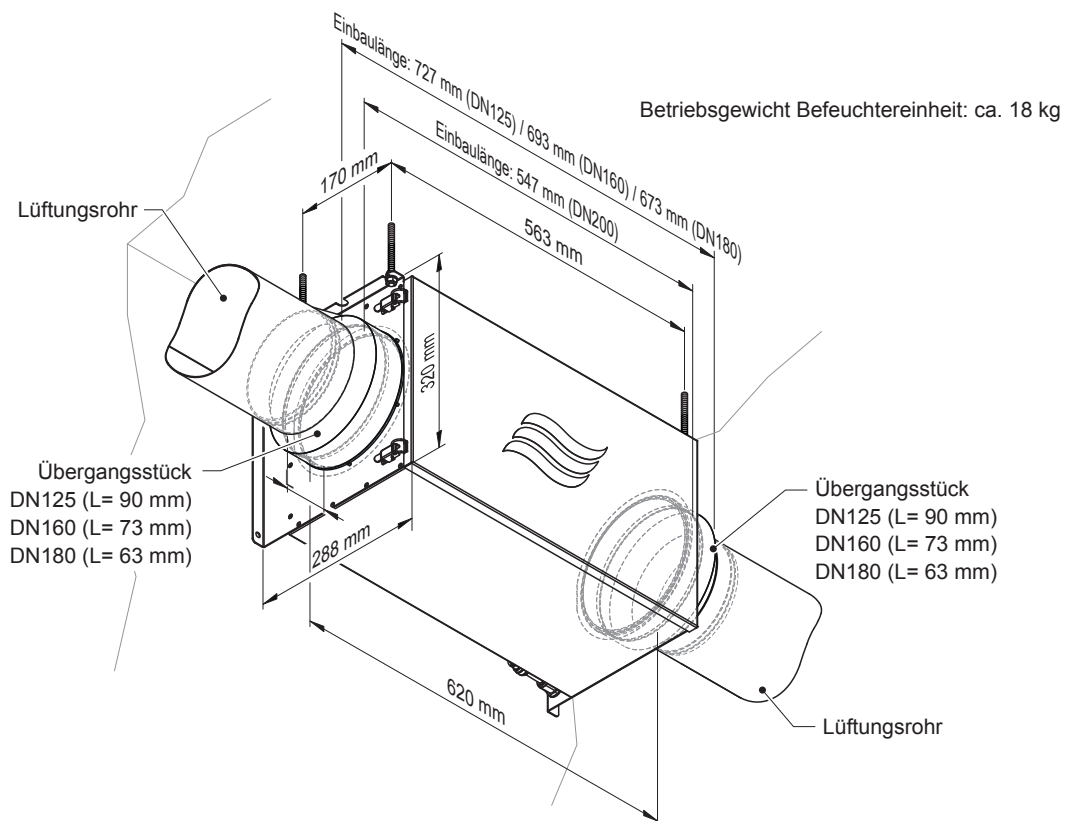
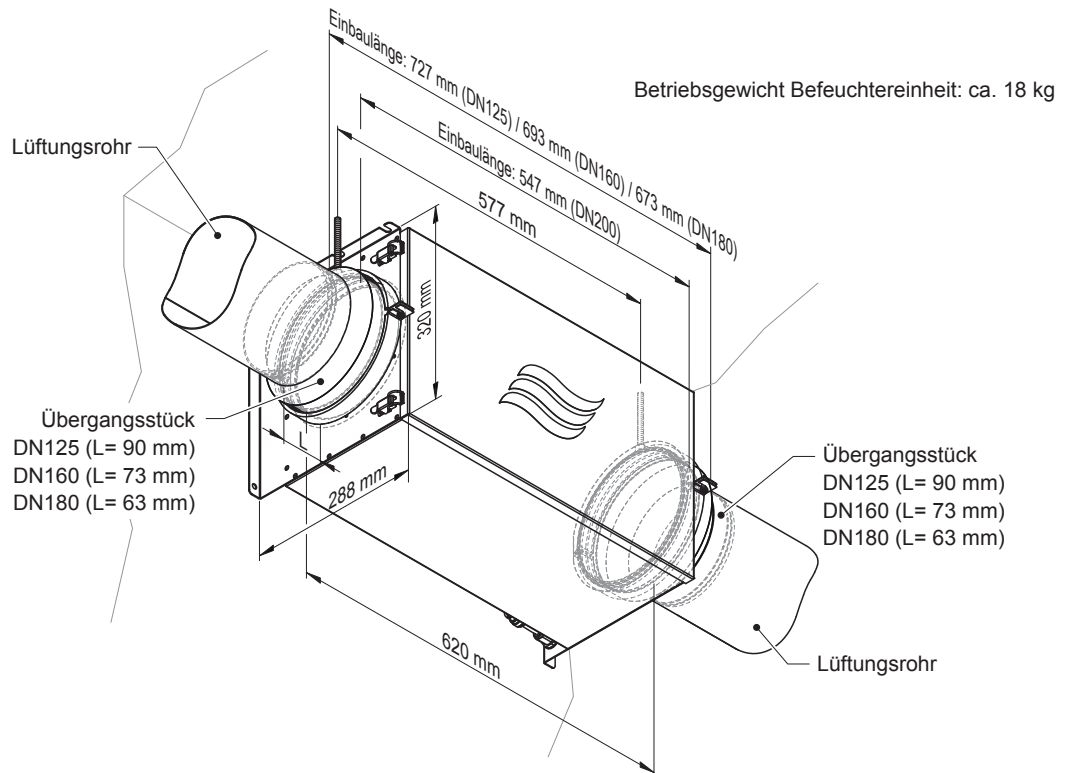
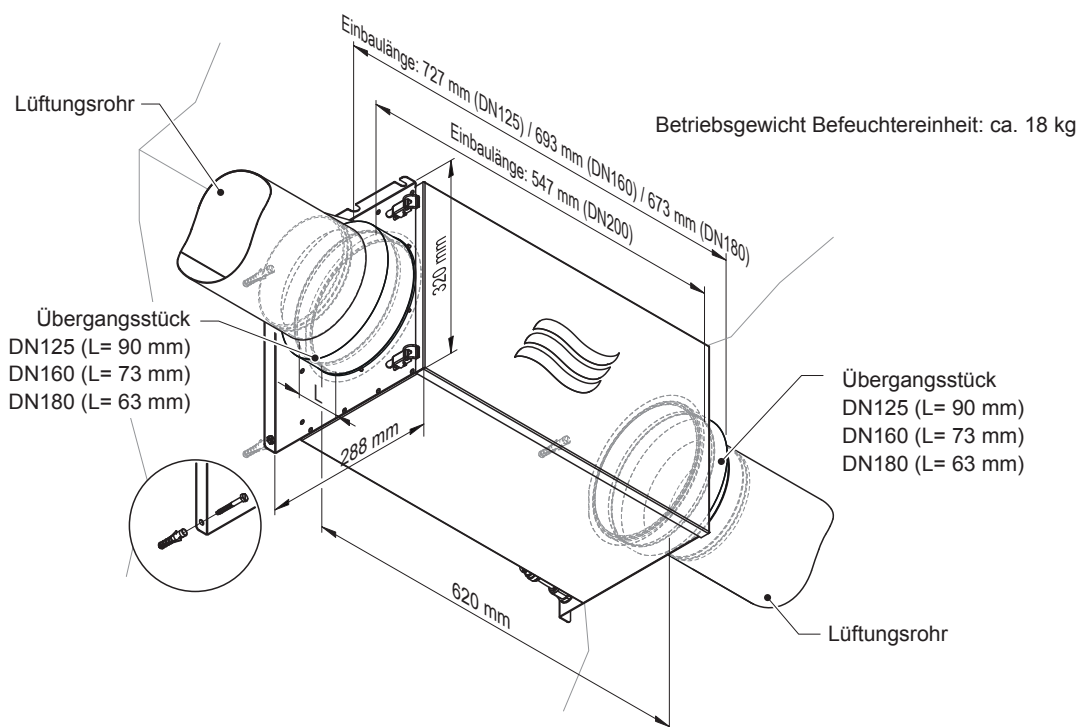

Abb. 3: Masse Deckenmontage mit Gewindestangen
Abb. 4: Masse Deckenmontage mit Rohrschellen
Abb. 5: Masse Wandmontage
- Die Decke/Wand an der die Befeuchtereinheit bzw. die Hydraulikeinheit montiert wird, muss eine ausreichende Tragfähigkeit aufweisen und für die Befestigung geeignet sein (siehe *Abb. 3*, *Abb. 4* und *Abb. 5*).
Deckenmontage mit Gewindestangen: Die Befeuchtereinheit wird mit vier Gewindestangen und Muttern an der Decke befestigt (siehe *Abb. 3*). Das Befestigungsmaterial ist nicht im Lieferumfang enthalten.
Alternative Deckenmontage mit Rohrschellen: Die Befeuchtereinheit wird mit zwei Rohrschellen $\varnothing 200$ mm an der Decke befestigt (siehe *Abb. 4*). Das Befestigungsmaterial ist nicht im Lieferumfang enthalten.
Wandmontage: Die Befeuchtereinheit wird mit 4 Dübeln und Schrauben (mitgeliefert) an der Wand befestigt (siehe *Abb. 4*).